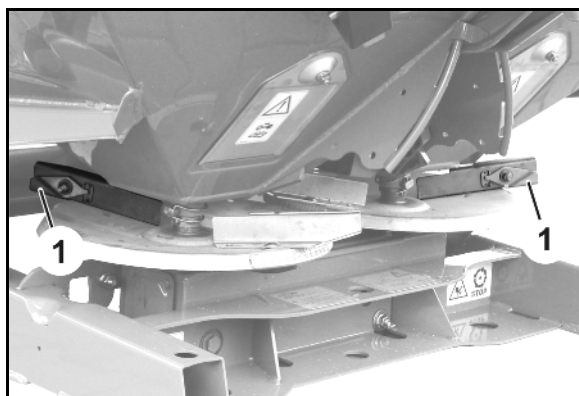

Bild 28
- Vänster spridartallrik Bild 28(/1) med markering **L**.
- Höger spridartallrik Bild 28(/2) med markering **R**.
- Lång (Bild 28/3) – inställningsskala med värden från **30** till **50**.
- Kort (Bild 28/4) – inställningsskala med värden från **0** till **20**.